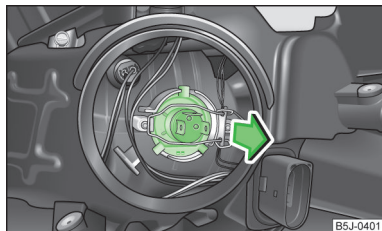

Fig. 155
- » Trageți conectorul de pe bec, deblocați etrierul de siguranță și extrageți becul » fig. 155.